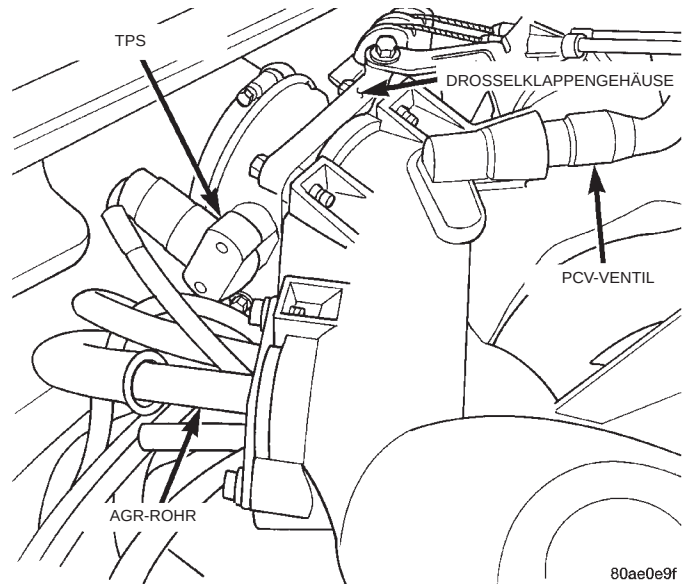

Abb. 50 Fühler/Drosselklappenstellung (TPS) — 2.7L-Motor
- (1) Den Steckverbinder vom TPS abziehen (Abb. 50).
- (1) Das Minuskabel von der Batterie abklemmen.
- (2) Den Ansaugluftsammler demontieren.
- (3) Den Steckverbinder vom TPS abziehen (Abb. 50).
- (4) Die Befestigungsschrauben des TPS herausdrehen.
- (5) Den Fühler/Drosselklappenstellung (TPS) abnehmen.
- (2) Den TPS-Steckverbinder abziehen (Abb. 50).
- (3) Die Befestigungsschrauben des TPS herausdrehen.
- (4) Den TPS abnehmen.
- (3) Den TPS-Steckverbinder abziehen (Abb. 50).
- (5) Den TPS abnehmen.